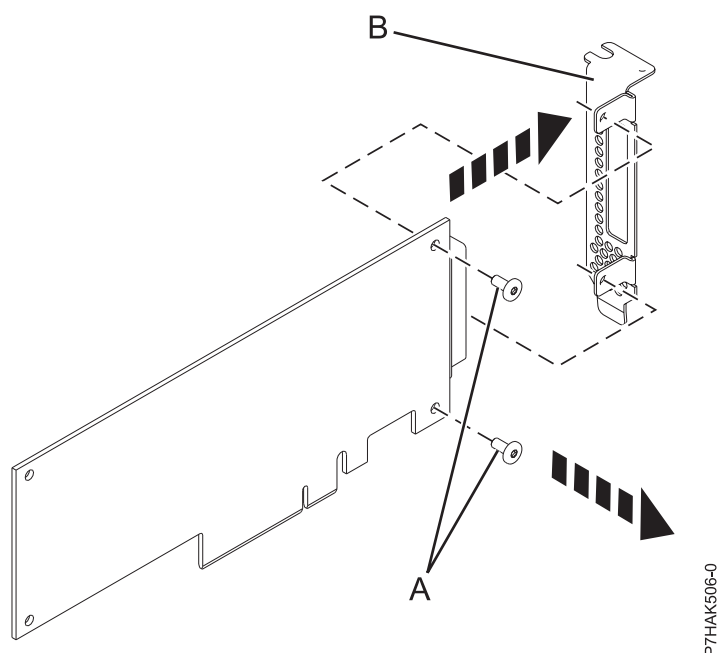

Figura 29. Extracció de la contrapunta de perfil baix d'un adaptador PCIe
2. Mitjançant un tornavís Phillips, afliuixeu els dos cargols (A) que fixen la contrapunta (B) a l'adaptador PCIe que falla, tal com es mostra a la Figura 29.